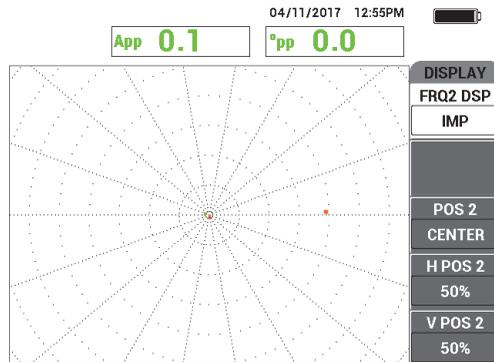

Рис. 5-180 Меню ОТОБР. Ч2
2. Нажмите дважды клавишу меню DISP () для отображения меню **ОТОБР.Ч2** (см. Рис. 5-180 на стр. 270).